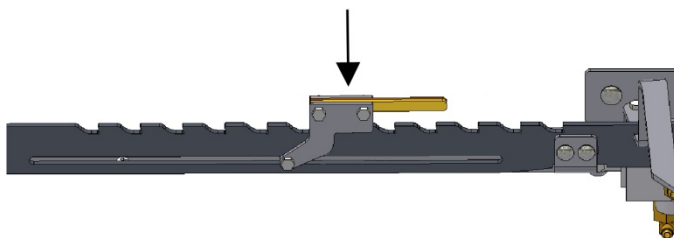

Figure 41 – Ajustement du levier actionneur du cerceau (butée de retour du poussoir)
1. Placez la butée de fin de course du poussoir à la 7^e position à partir de l'arrière de l'enrobeuse (Figure 41).